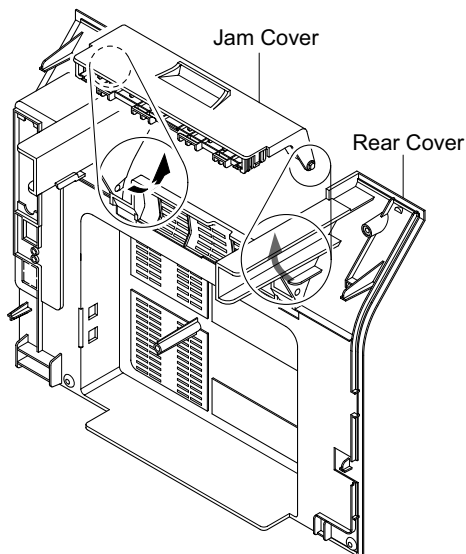

Рисунок 4
4. Если необходимо, снимите крышку устранения застревания в направлении стрелки, рисунок 4.